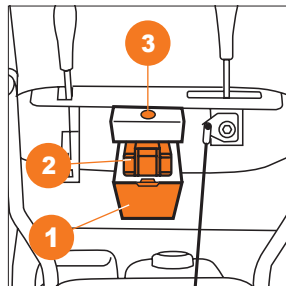

Рис. 21
- Откройте крышку **1** отсека для аккумулятора (Рис. 21).
- Установите аккумулятор **2** на место. Убедитесь в правильном расположении аккумулятора и соединении контактов (Рис. 21).
- Нажмите кнопку запуска **3** и удерживайте ее до момента запуска двигателя, но не более 5-ти секунд (Рис. 21)